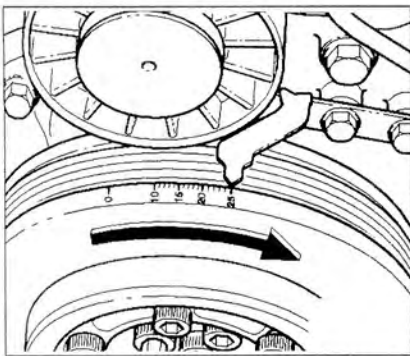

Рис. 4.42. Прокрутите коленчатый вал в направлении вращения так, чтобы он установился в положение 25° после ВМТ.
6. Прокрутите коленчатый вал в направлении вращения так, чтобы он установился в положение 25° после ВМТ (рис. 4.42).
10. Проверьте установку коленчатого вала в положении 25° после ВМТ (рис. 4.42).